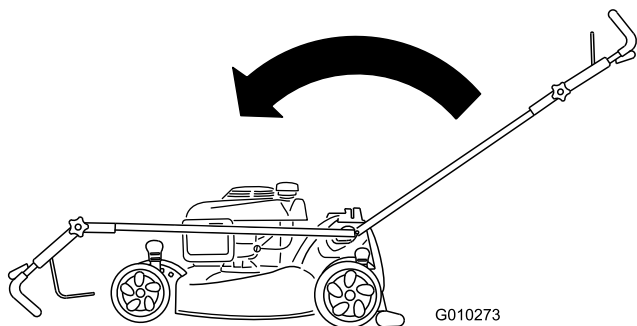

**Figure 39**
2. Amenez le guidon à la position verticale (Figure 39).